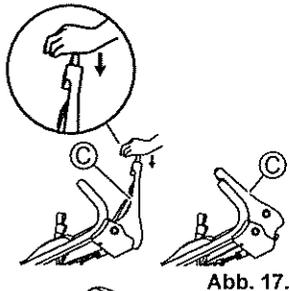

Abb. 17.
- 3 Drücken Sie den Klinsenhebel (C) nach vorne und drücken Sie gleichzeitig dessen gelben Knopf. (Siehe Abb. 17.) Die Klinge beginnt, sich zu drehen.